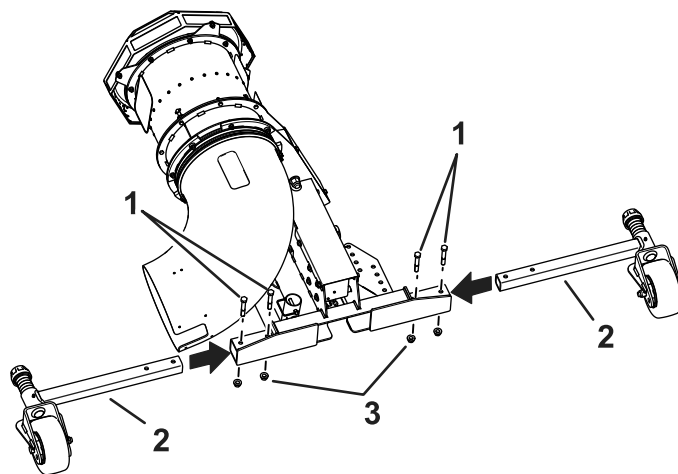

Figura 4
5. Instalați roile pivotante la nivelul mainii cu 4 uruburi ($\frac{1}{2} \times 3 \frac{1}{2}$ ") și 4 contrapiulițe cu guler ($\frac{1}{2}$ "); consultați Figura 4.